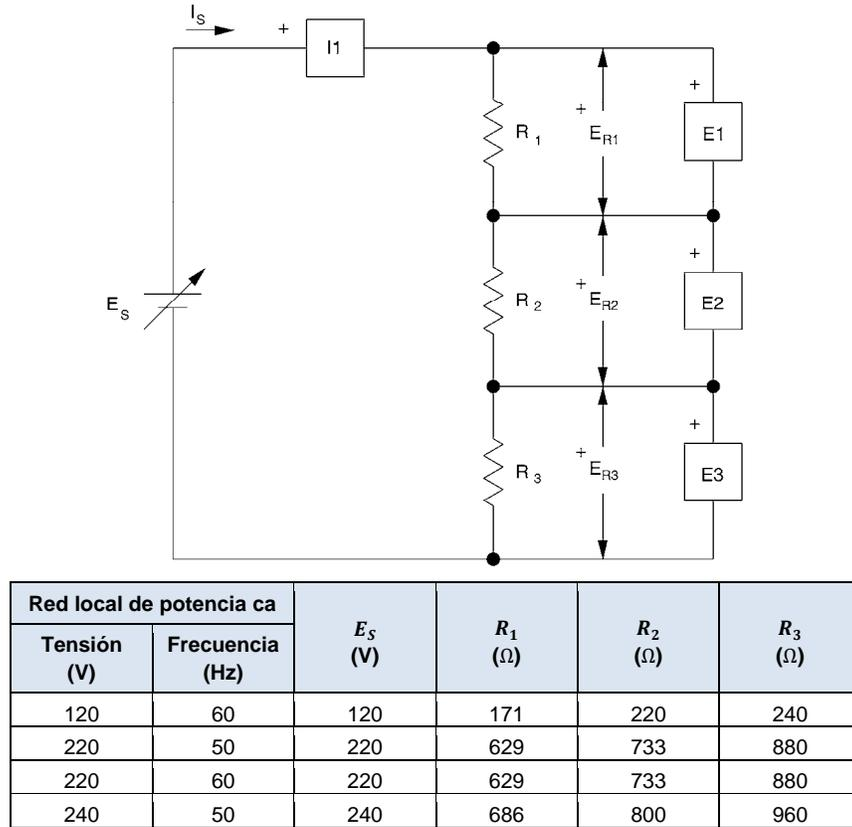

Figura 1-18. Ajuste de un circuito serie típico.
4. Monte el circuito que muestra la figura 1-18. Seleccione el resistor apropiado para la tensión de línea dada y conecte las entradas I1, E1, E2 y E3, como se indica, para medir la corriente y las tensiones del circuito serie. Respete la polaridad de las conexiones.
- Encienda la fuente de alimentación principal y ajuste la perilla de control de tensión para obtener el valor E_s , que se indica en la figura 1-18.
8. Calcule la resistencia equivalente R_{EQ} y la corriente I_S del circuito, empleando los valores dados en la figura 1-18.
9. Calcule las caídas de tensión en cada resistor, empleando la corriente I_S calculada en la etapa anterior y los valores de los resistores dados en la figura 1-18. Compare con los valores medidos.